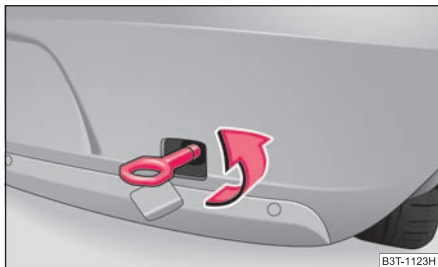

Abb. 227 Hinterer Stoßfänger: Einbau der Abschleppöse
- Abschleppöse von Hand nach links bis zum Anschlag einschrauben ⇒ Abb. 227 und mit dem Radschlüssel festziehen (Radschlüssel durch die Öse stecken).